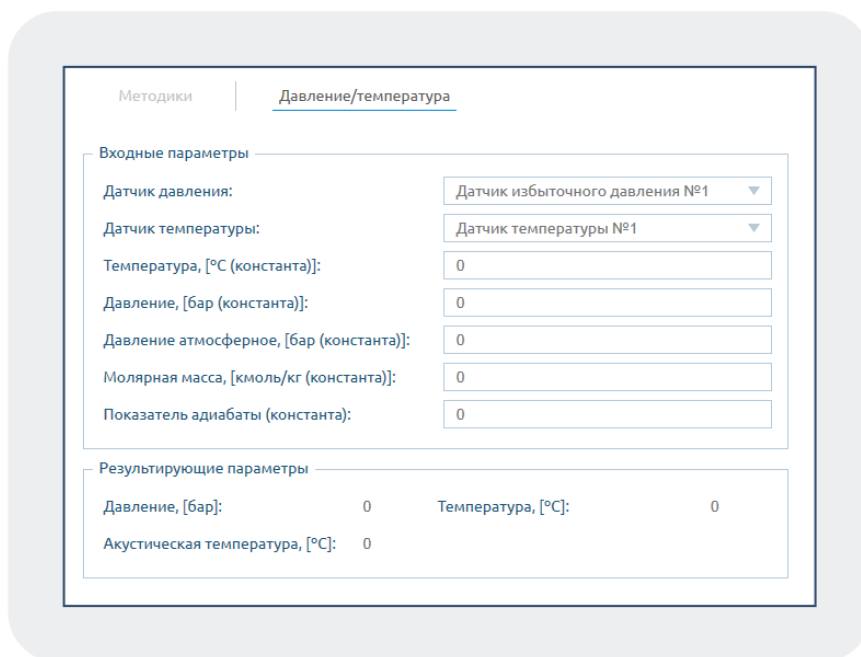

Рисунок 66 – Параметры давления/температуры
- настроить значения давления и температуры в месте эксплуатации (установить фиксированные значения или указать датчики, с которых будут считываться параметры) (рисунок 66);